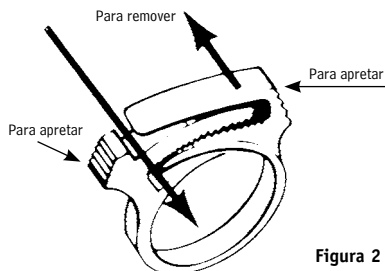

Figura 2
Se debe suministrar aire respirable hasta el punto de conexión de la manguera de suministro de aire Bullard aprobada. El punto de conexión es el punto donde la manguera de suministro de aire se conecta con la fuente de aire. Se usa un manómetro conectado en la fuente de aire para monitorear la presión del aire que se proporciona al usuario del respirador (vea la Figura 2).
1. Retire la abrazadera de nylon del tubo de respiración (vea la Figura 2).